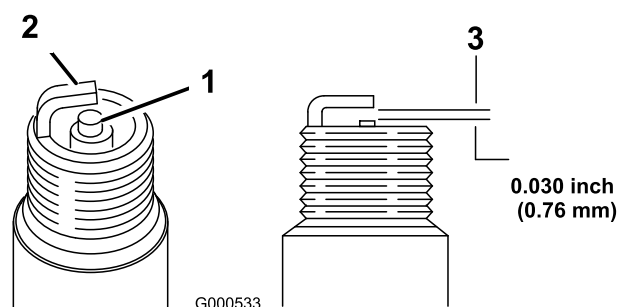

Bild 26
1. Se på midten af tændrøret (Bild 26). Hvis der kan ses en lys brun eller grå farve på isolatoren, fungerer motoren korrekt. En sort belægning på isolatoren betyder normalt, at luftfilteret er snavset.
2. Kontroller gabet mellem elektroderne i midten og ved siden (Bild 26), og bøj sideelektroden, hvis gabet ikke er korrekt.